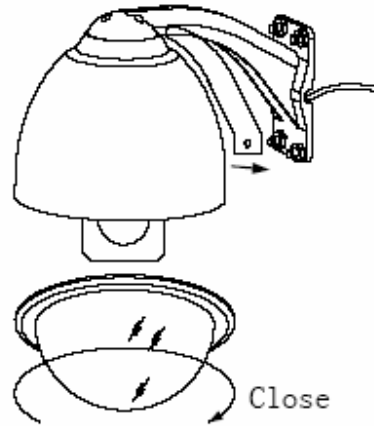

Figura 13
10. Gire la burbuja de vidrio en sentido de las agujas del reloj hasta que quede totalmente encajada (Figura 13).